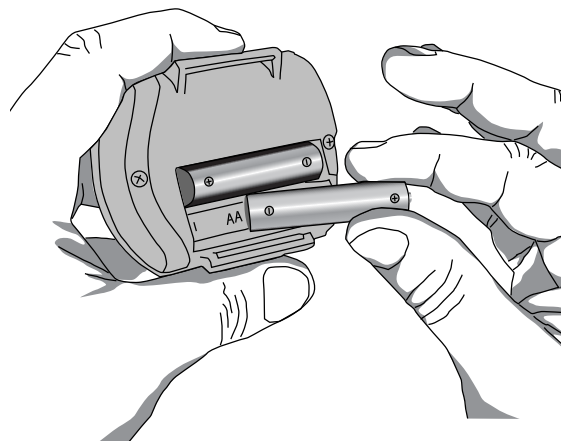

Figure 5 : Insertion des piles
2. Insérez 2 nouvelles piles AAA (figure 5). La direction des piles est indiquée à l'intérieur du compartiment des piles.